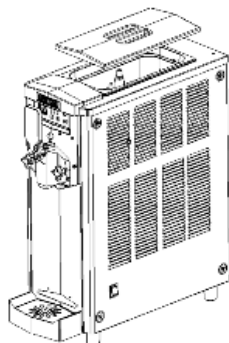

Fig. 69
- Remove the top tank lid (Fig. 69).